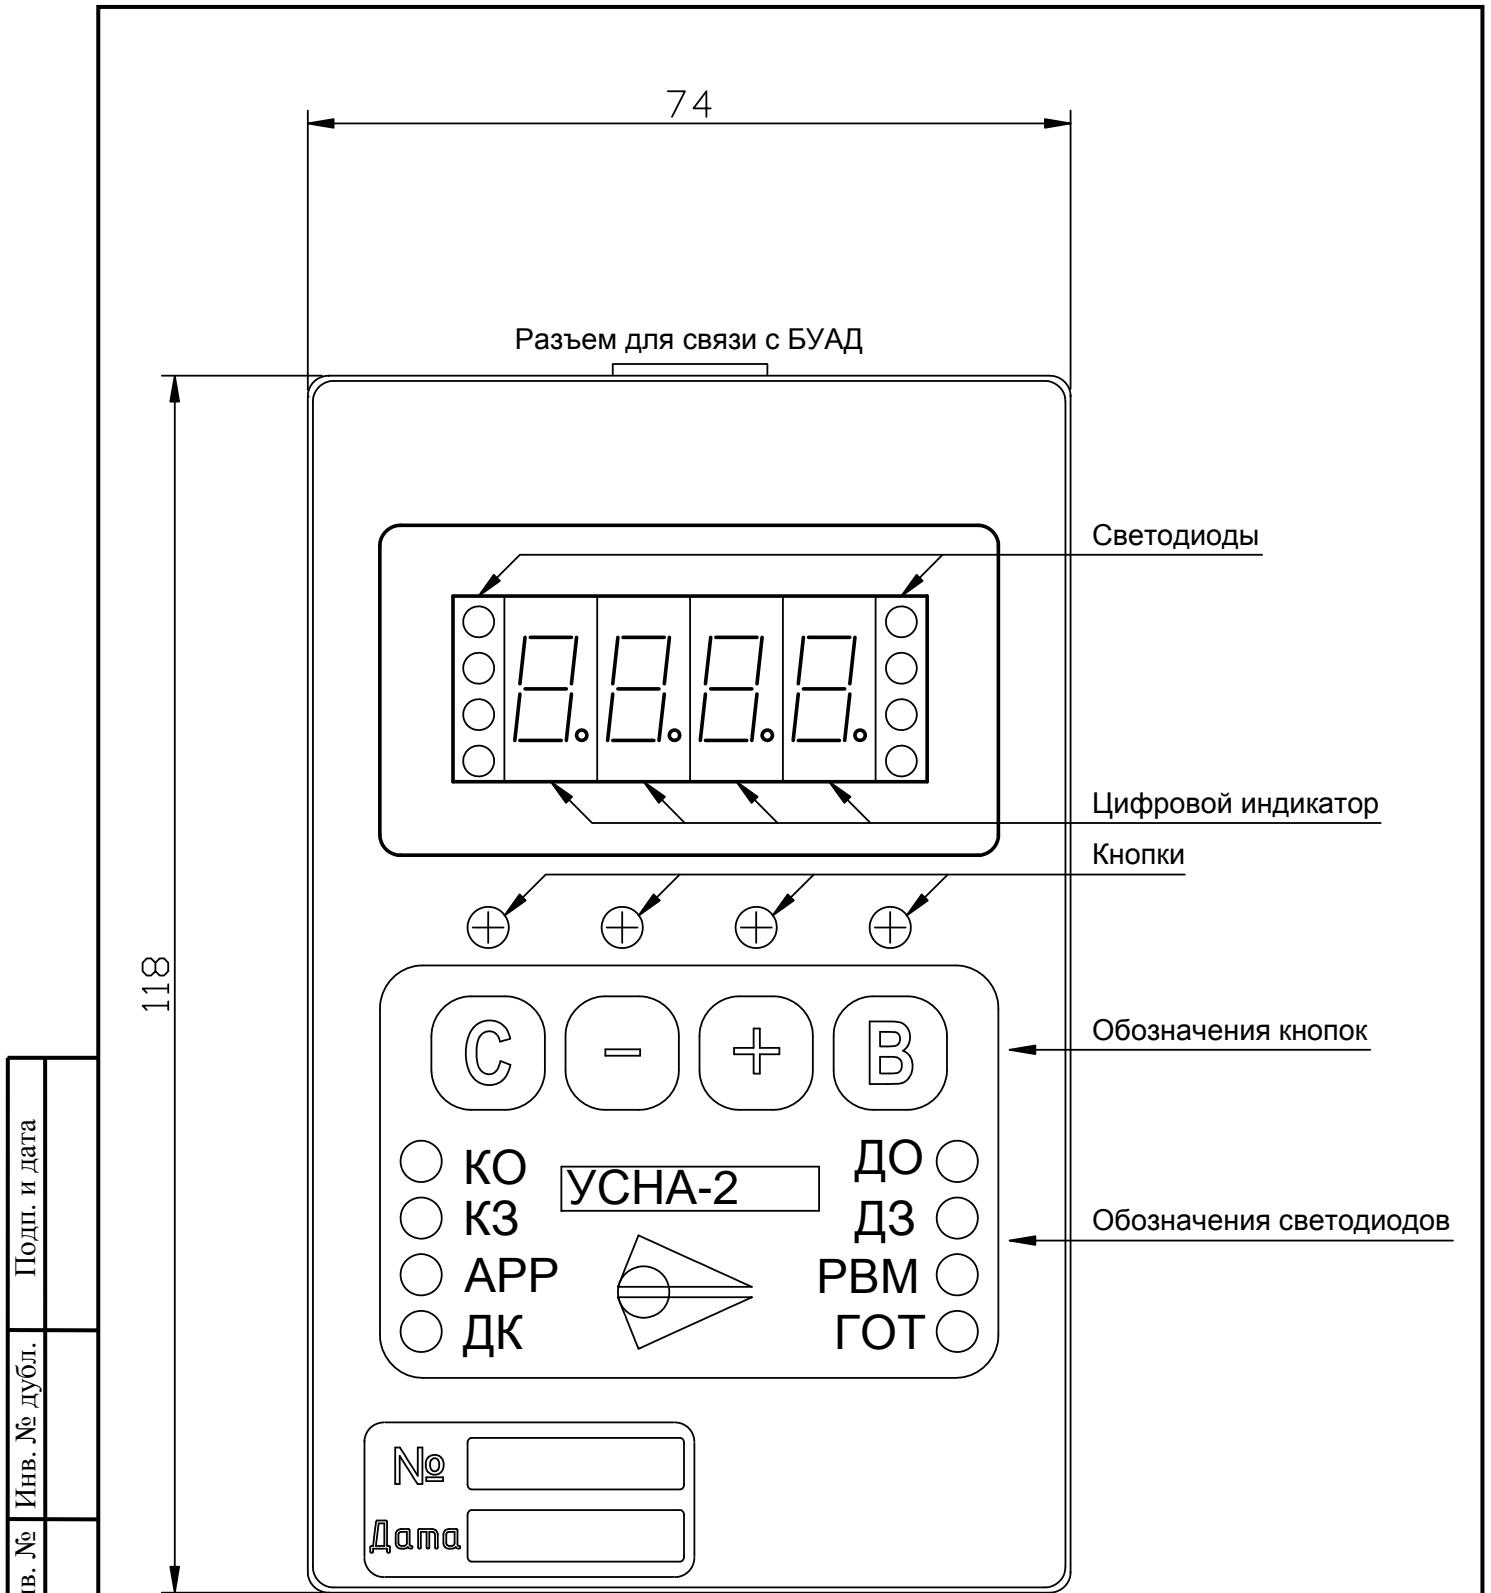

Рис.1. Внешний вид Устройства настройки УСНА, исполнение 1.
Устройство применяется для обмена информацией с БУАД посредством кабеля двустороннего последовательного обмена УСНА-БУАД, через который также осуществляется питание *Устройства*. Разъем для подключения кабеля к *Устройству* показан на **рис.1, 2**.
Устройство имеет два исполнения, отличающихся только корпусами (**рис.1, 2**).
Габаритные размеры *Устройства* приведены на **рис.1, 2**.
3.4.1. Панель управления *Устройства* (рис.1, 2) состоит из